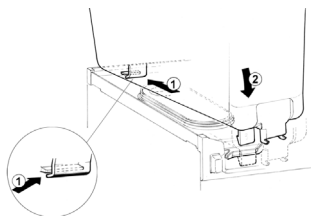

figura 7
**5** Poner el contenedor sobre el distribuidor. Por facilitar esta operación, mojar la junta con un poco de agua. Asegurarse que el gancio posterior del contenedor esté insertado en el lugar correcto del plano recoge-gotas. (ver figura 7)